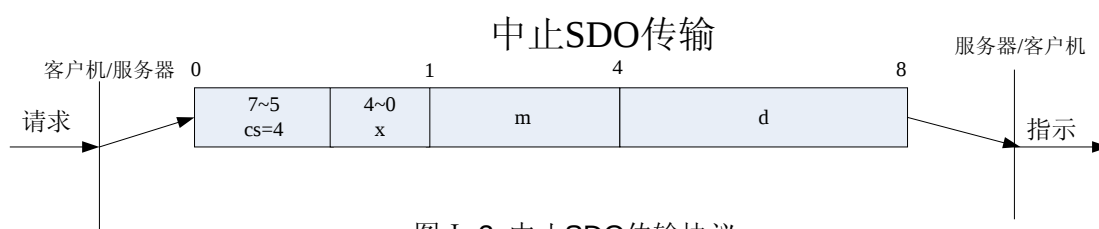

图 I -3 中止SDO传输协议
3) .中止SDO传输 (如图 I -3所示)
图 I -3中, cs: 客户机/服务器命令, =4: 表示SDO段传输中止。在SDO段传输中止报文中, 数据字节1和2表示对象索引, 字节3表示子索引, 字节4到7包含32位中止码, 描述中止报文传送原因, 见表 I -1所示, 表 I -1中“中止代码”一栏为十六进制数, “代码功能描述”一栏为该十六进制数代表的意义。